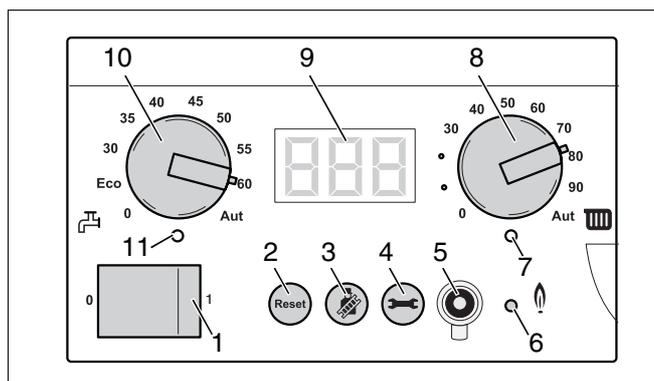

Fig. 124 Regolatore di base BC10
- Attivare l'impianto di riscaldamento agendo sull'interruttore di esercizio del regolatore di base Logamatic BC10 (fig. 124, **pos. 1**).
- Ruotare la manopola di regolazione della temperatura massima dell'acqua della caldaia (fig. 124, **pos. 8**) e la manopola per la regolazione del valore nominale dell'acqua calda (fig. 124, **pos. 10**) alla temperatura massima.
- Riportare le manopole di regolazione della temperatura massima dell'acqua di caldaia (fig. 124, **pos. 8**) e della temperatura massima dell'acqua calda sanitaria (fig. 124, **pos. 10**) sui valori desiderati.